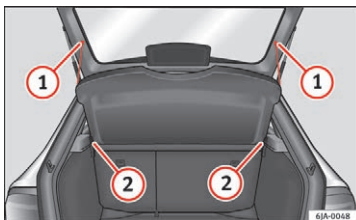

Fig. 163 Afmontering af bagagerumsafdækning
- Løsn holderen til bagagerumsafdækningen **1** » Fig. 163.